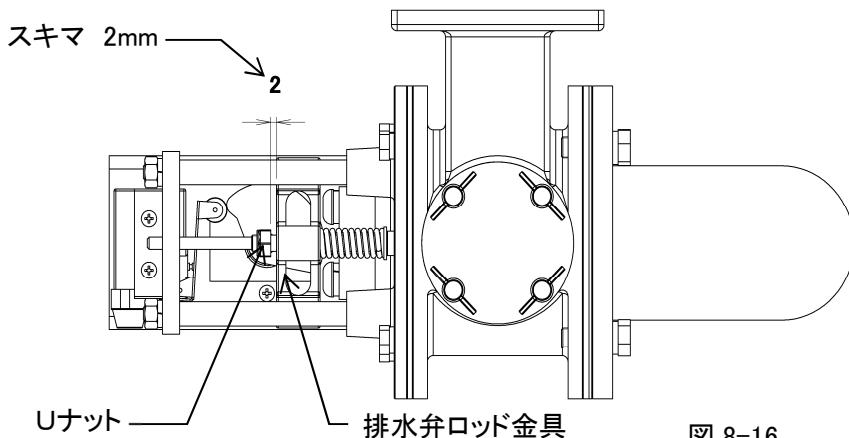

図 8-16
- ・排水弁の押し代調整をおこないます。(図 8-16)
- ・⑯排水弁ロッド金具と⑰Uナットとのスキマが 2mm になるようにナットを調整します。